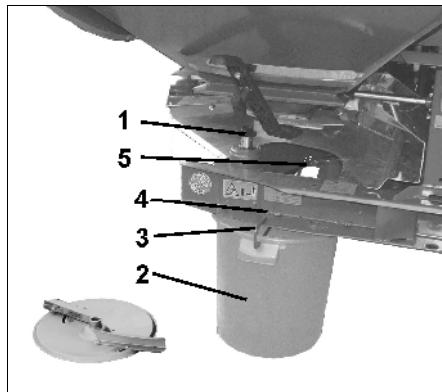

Рис. 33
- Выкрутите барашковый винт (Рис. 33/1) для крепления левого распределяющего диска и снимите распределяющий диск с приводного вала.
- Подвесьте улавливающую емкость (Рис. 33/2) при помощи скобы (Рис. 33/3) в крепления (Рис. 33/4 и Рис. 33/5) на раме.